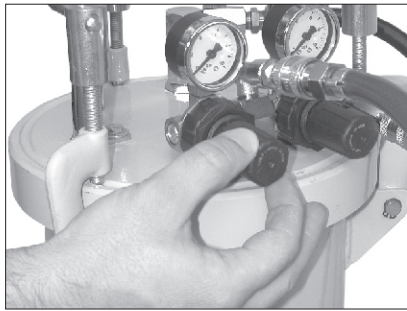

Fig. 14
- Mettre le réservoir en pression, pour cela tirer sur le cabochon et le tourner dans le sens des aiguilles d'une montre (Fig. 14).